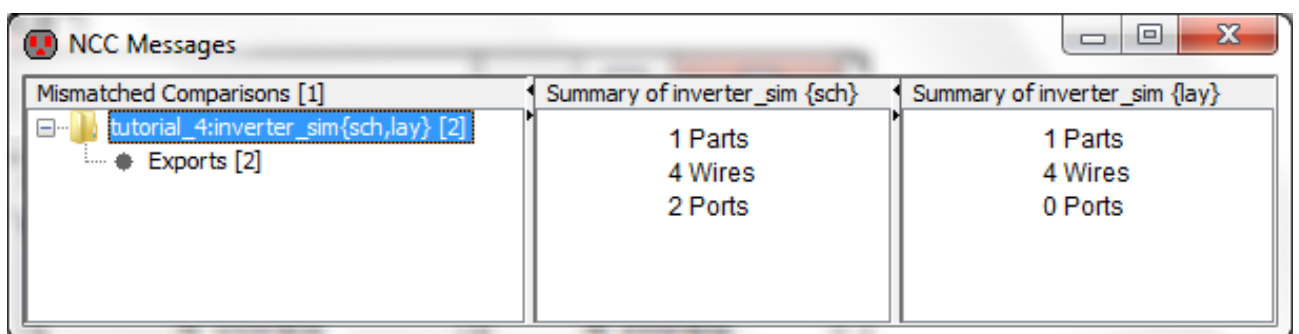

Рис. 3.35. Повідомлення про *NCC* помилки
*NCC* помилки виникли внаслідок невідповідності між комірками (у комірці *inverter\_sim{lay}* не позначені «земля» й живлення) (рис. 3.35).